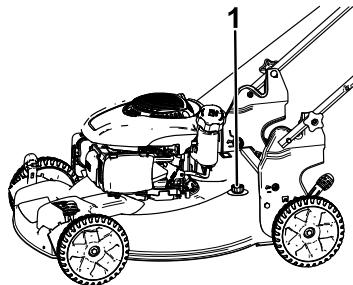

Figura 17
5. Conecte una manguera de jardín que esté conectada a un grifo al orificio de lavado (Figura 17).